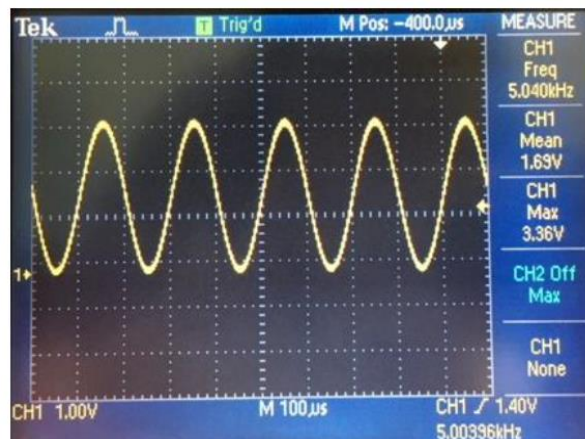

Рис. 9.1. Вигляд синусоїдального сигналу на виході VDAC
3. Підключити щуп осцилографа до виводу P9[6] (на роз'ємі J2 стенду). При правильному налаштуванні осцилографа побачимо, що сигнал є синусоїдою з частотою 5 кГц та подвійною амплітудою рівною діапазону напруги 0-VDDA (рис. 9.1).